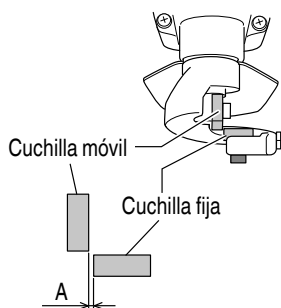
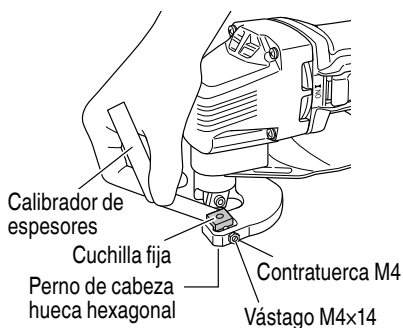

Fig. 5
Fig. 6
5. Cambio de herramientas de aplicación (Fig. 5, 6)
Ajuste la holgura horizontal entre las cuchillas (Fig. 5) aproximadamente 1/10 parte del grosor de la chapa de acero que desea cortar, de acuerdo con los procedimientos siguientes. (Fig. 6)
Las cizalla emplean cuchillas no reutilizables. Cada cuchilla tiene 8 filos, como se muestra en la Fig. 5. Después de cortar 1300 ft. (400m) metros de chapa con un filo, el rendimiento de corte caerá. En tal caso, gire la cuchilla en otro sentido a fin de emplear otro filo. Después de haber empleado los 8 filos, reemplace la cuchilla.